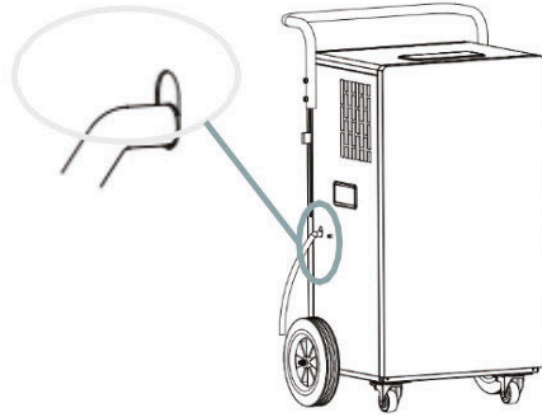

Fig. 4
3. Bevestig de korte afvoerslang (12 mm binnendiameter) aan de afvoer van de doorlopende afvoer. (fig.4)